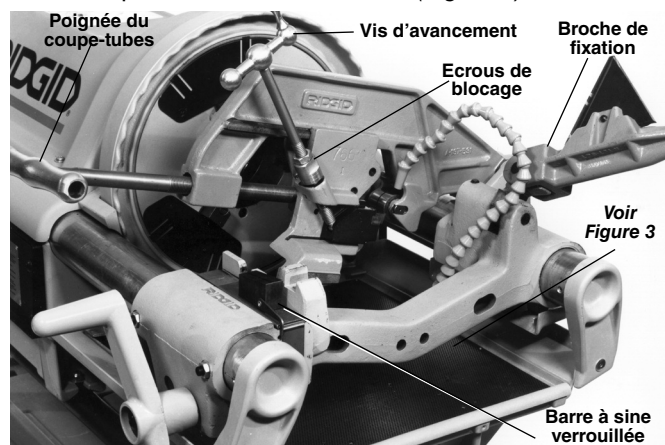

Figure 2 – Coupe-tubes à couteau n° 766 installé (avec tête de installation du flexible d'huile)
1. Retirez la broche de fixation du coupe-tubes à galets n° 764 afin de retirer celui-ci de la fileteuse et le remplacer par le coupe-tubes à couteau n° 766 (Figure 2).
1. Sur la 1224, dégagez la barre à sine du mandrin et rabattez son loquet pour la verrouiller au charriot (Figure 2).